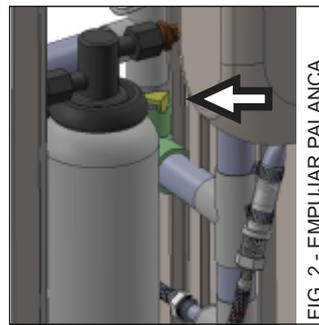

FIG. 2 - EMPUJAR PALANCA.
2.- Presione hacia atrás la palanca amarilla que está sobre el filtro (fig. 2); mientras lo toma con la mano izquierda y lo gira en sentido inverso a las manecillas del reloj; jalando hacia abajo para liberarlo (fig. 3).